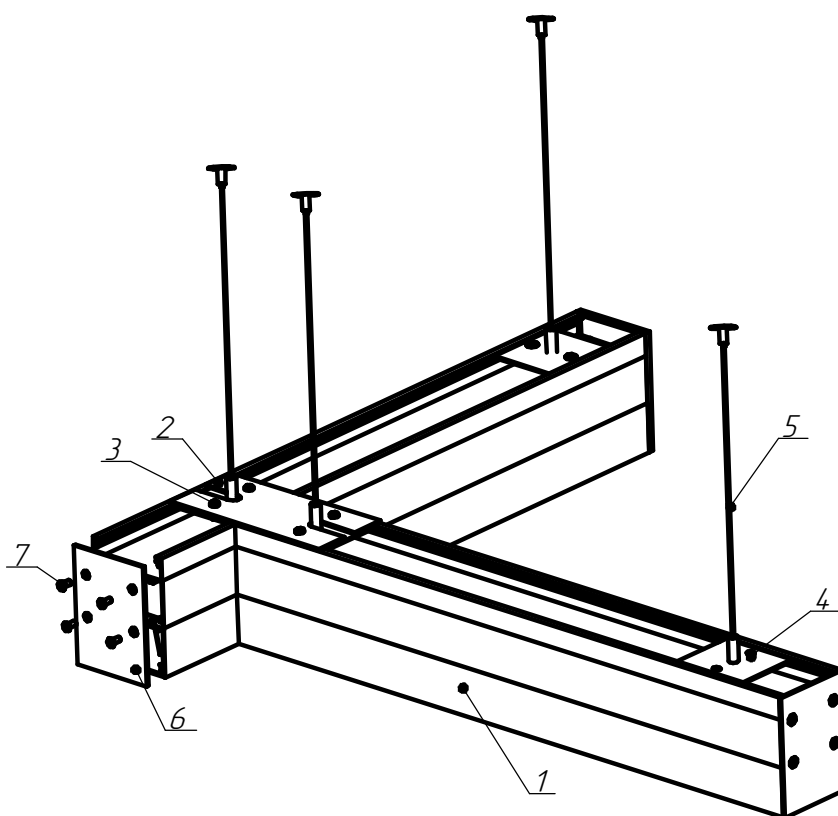

Рисунок 6 - Схема Т-образного соединения светильников
5.7. ***T-образное соединение светильников (см. рисунок 6, 6а) :***
5.7.1. Для T-образного соединения светильников необходимо снять торцевую крышку в месте соединения светильников. Затем при помощи пластины соединительной ДПО02 поз.2, винтов поз.3 и пластины подвеса (рисунок 6) соединить светильники. Для ДПО02 Up/Down при помощи пластины соединительной торцевой ДПО02 Up/Down (рисунок 6а).
Рисунок 6а - Схема Т-образного соединения светильников ДПО02 Up/Down